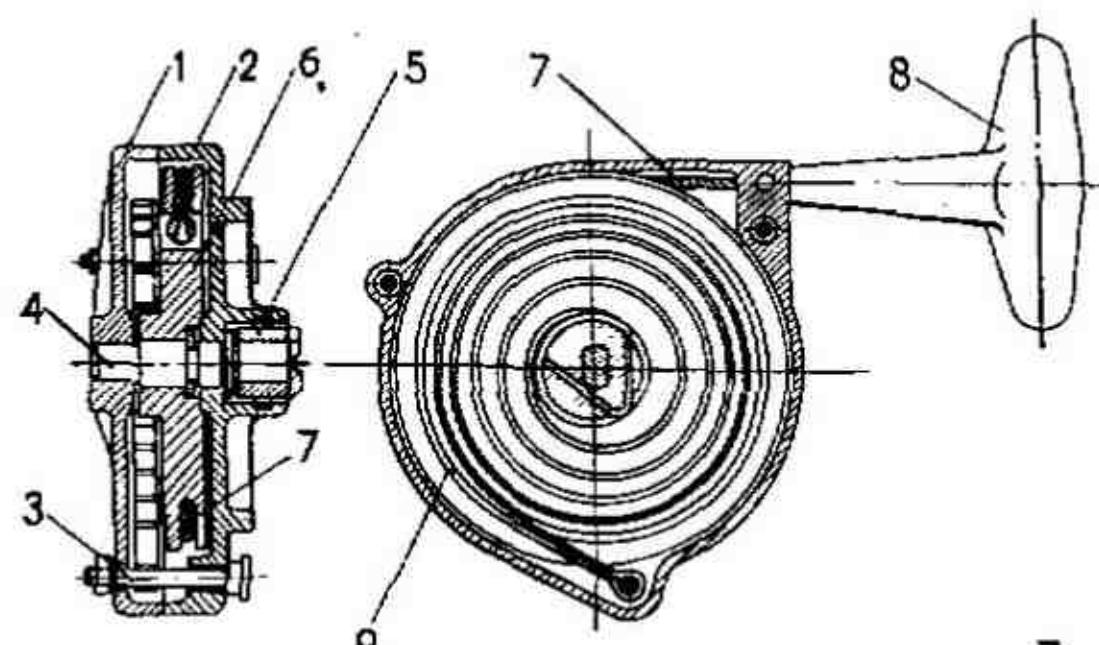
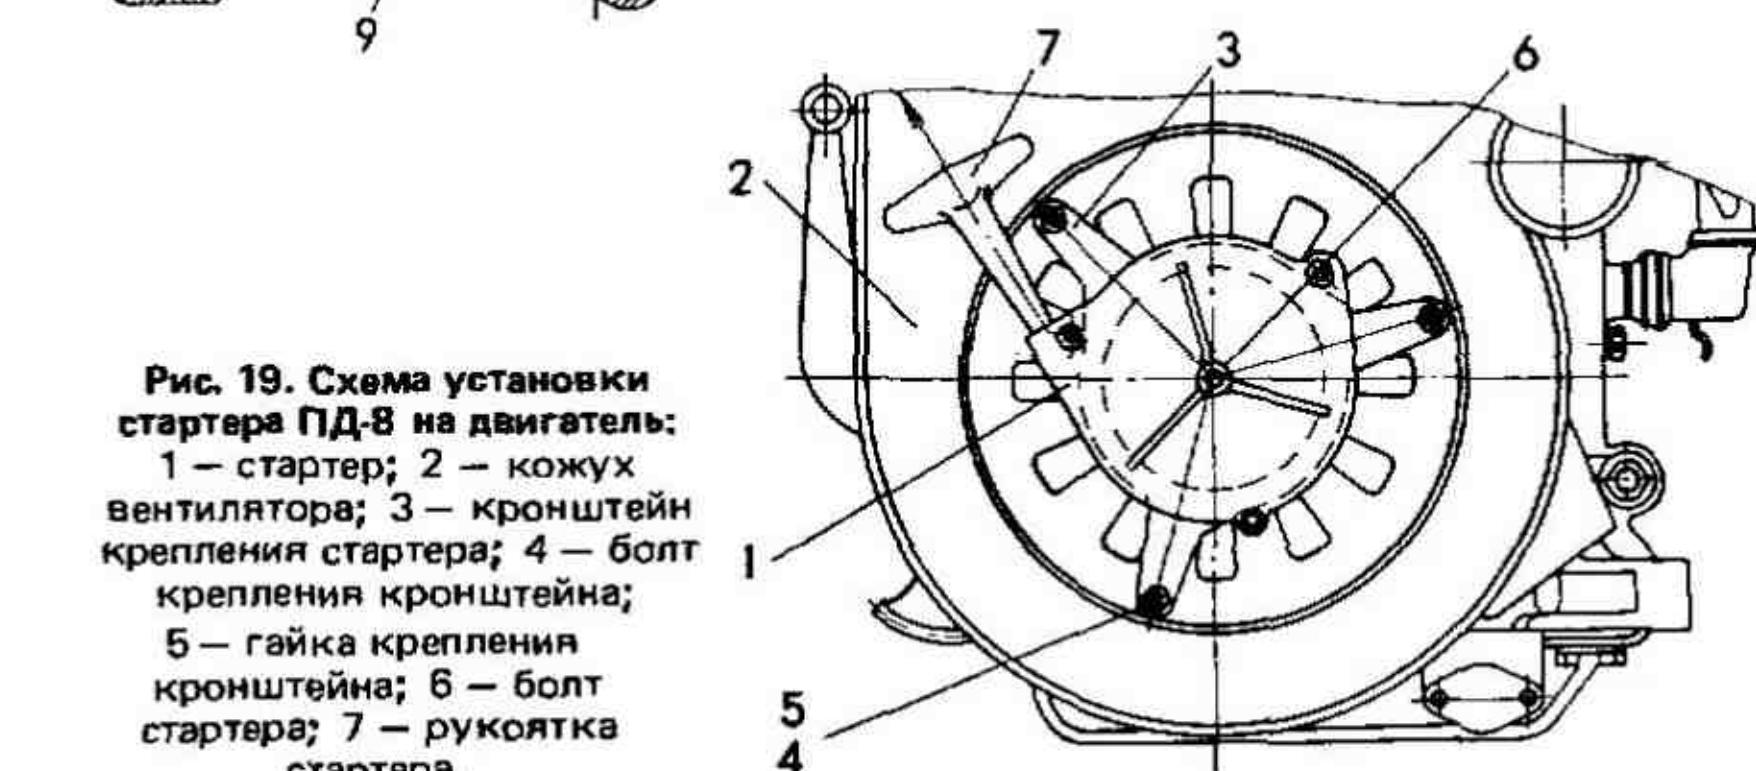

Рис. 18. Ручной стартер ПД-8
Рис. 19. Схема установки
6.3.2. Стартер состоит из корпуса 2 и крышки 1, стянутых болтами 3 (рис. 18). В расточках корпуса и крышки установлен вал стартера 4 с храповиком 5. На лысках вала стартера посажен барабан 6, на который намотан трос 7. Один конец троса закреплен непосредственно на барабане, а второй выведен наружу и соединен с рукояткой запуска 8. Для возвращения барабана в исходное положение служит пружина 9, один конец которой закреплен на болту, стягивающем корпус стартера с крышкой, а второй — установлен в прорези барабана.
6.3.3. Для установки стартера 1 (рис. 19) на мотоблок служит кронштейн 3, закрепленный на двигателе с помощью трех болтов 4, приваренных своими головками к кожуху вентилятора 2.
6.3.4. Для приведения стартера в рабочее положение вставьте его посадочным пояском в отверстие кронштейна 3 и поверните по часовой стрелке (вверх) до упора болтов стартера 1 в кронштейн 3. После этого проверьте зазор между храповиком стартера 5 (рис. 18) и храповиком двигателя, который должен быть в пределах 2 мм. Если зазор будет больше или меньше 2,0 мм, отрегулируйте его гайкой 5 (рис. 19). При этом следите, чтобы кронштейн после регулировки был параллелен плоскости кожуха вентилятора.